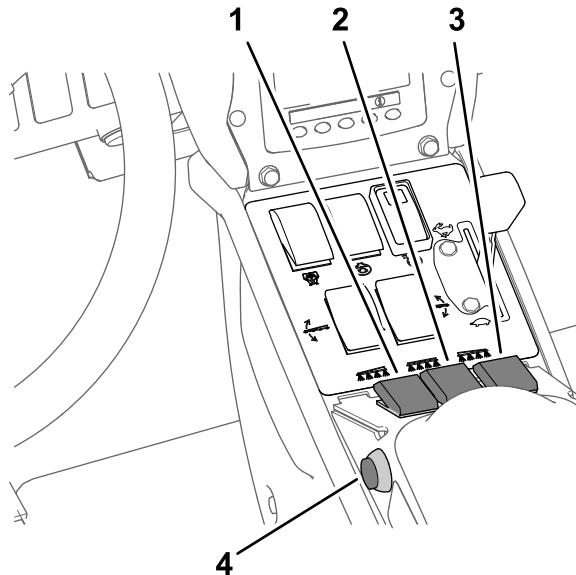

Figure 41
7. Placez le(s) interrupteur(s) de section en position ACTIVÉE (Figure 41).
10. Conduisez à la vitesse voulue, puis réglez la commande générale des sections en position MARCHE pour commencer la pulvérisation (Figure 41).
3. Placez la commande générale des sections en position ARRÊT; voir Figure 41 sous Pulvérisation en mode débit d'application \(page 37\).
7. Placez les interrupteurs des sections individuelles en position ACTIVÉE; voir Figure 41 sous Pulvérisation en mode débit d'application \(page 37\).
9. Conduisez à la vitesse voulue puis réglez la commande générale en position MARCHE pour commencer la pulvérisation; voir Figure 41 sous **Pulvérisation en mode débit d'application (page 37)**.